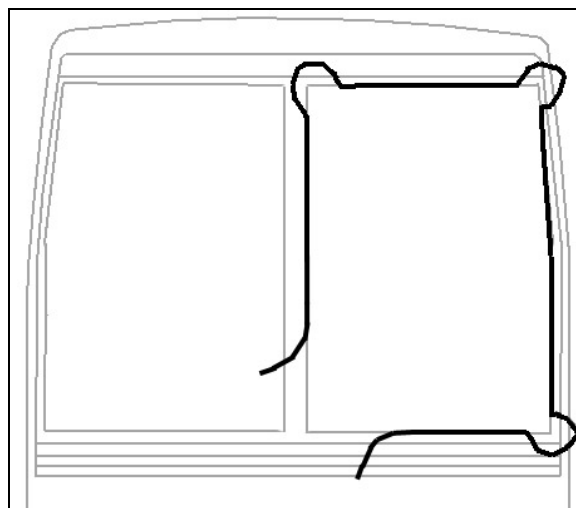

FIGURE 54: INSTALLATION DU PARE-BRISE À L'AIDE D'UNE CORDE
- Insérer une corde dans la pièce extrudée en laissant assez de longueur à chaque extrémité pour faire une boucle. Vaporiser de l'eau savonneuse sur la corde et la pièce extrudée en caoutchouc (Figure 54).